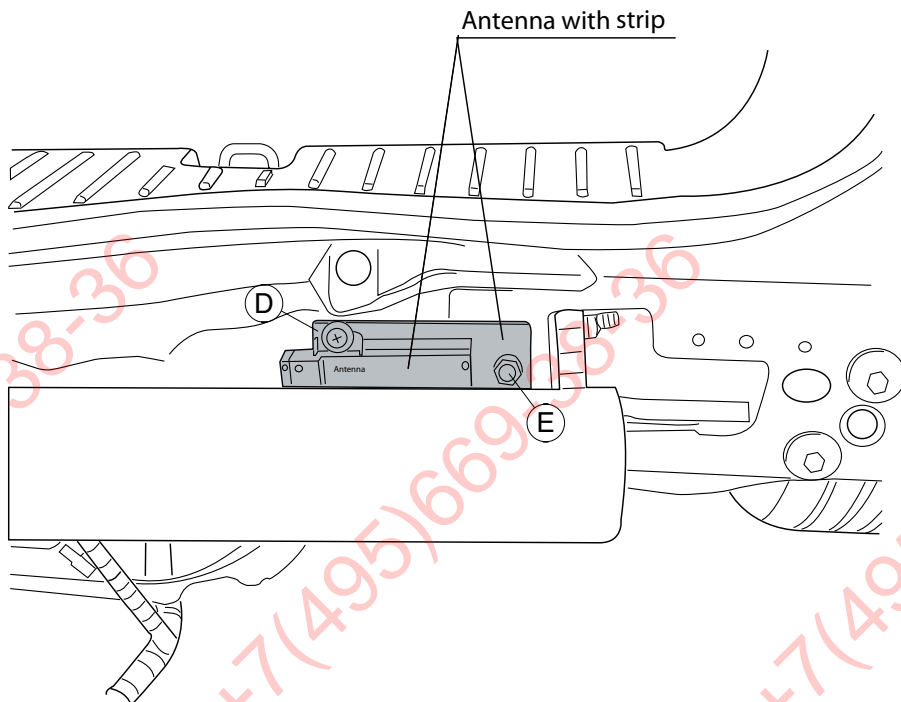

Fig.5
3. Move the antenna if present. See figure 5.
4. Place strip D on the rear wall of the vehicle and secure it to point E. See figure 5.
3. Falls eine Antenne vorhanden ist, diese verlegen. Siehe Abbildung 5.
4. Den Strip D auf der Rückseite des Fahrzeugs anbringen und bei Punkt E befestigen. Siehe Abbildung 5.
3. Anbring antennen ifald den er tilstede. Se fig. 5.
4. Anbring profil D på bagsiden af køretøjet og monter denne på punkt E. Se fig. 5.